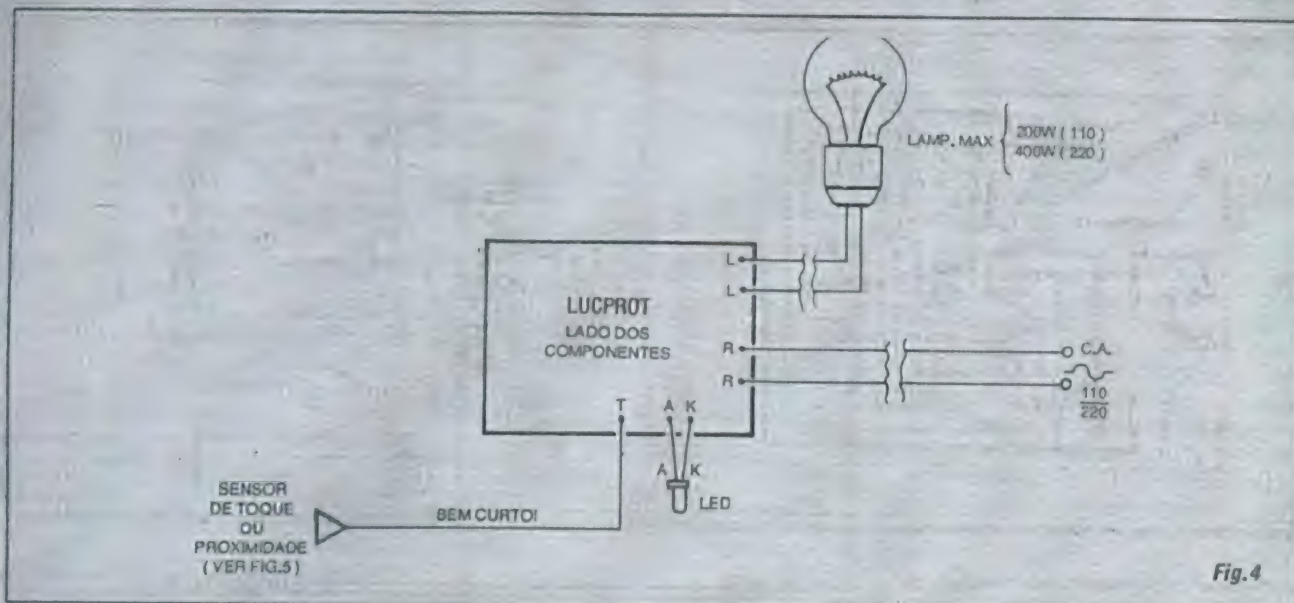

Fig. 4
- FIG. 4 - CONEXÕES EXTERNAS À PLACA - Na figura anterior, o Leitor/Hobbysta deve ter notado algumas ilhas/furos em posição periférica à placa (junto às bordas do Impresso...), "sem uso"...